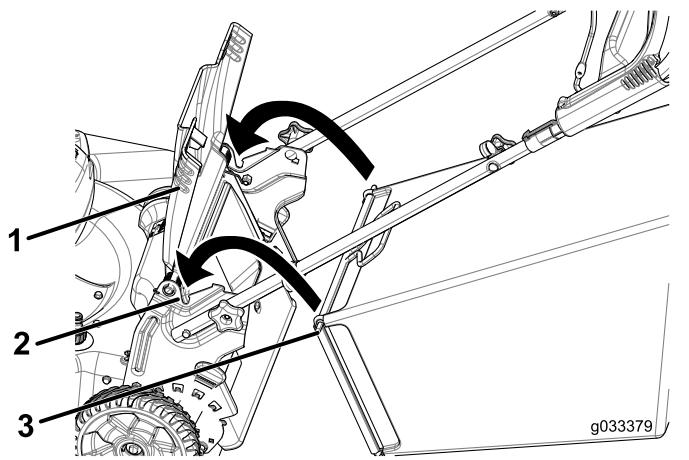

Figura 22
1. Faça subir e mantenha elevado o defletor traseiro (Figura 22).
2. Coloque o saco da relva. Garanta que os pinos no saco encaixam nos entalhes na pega (Figura 22).